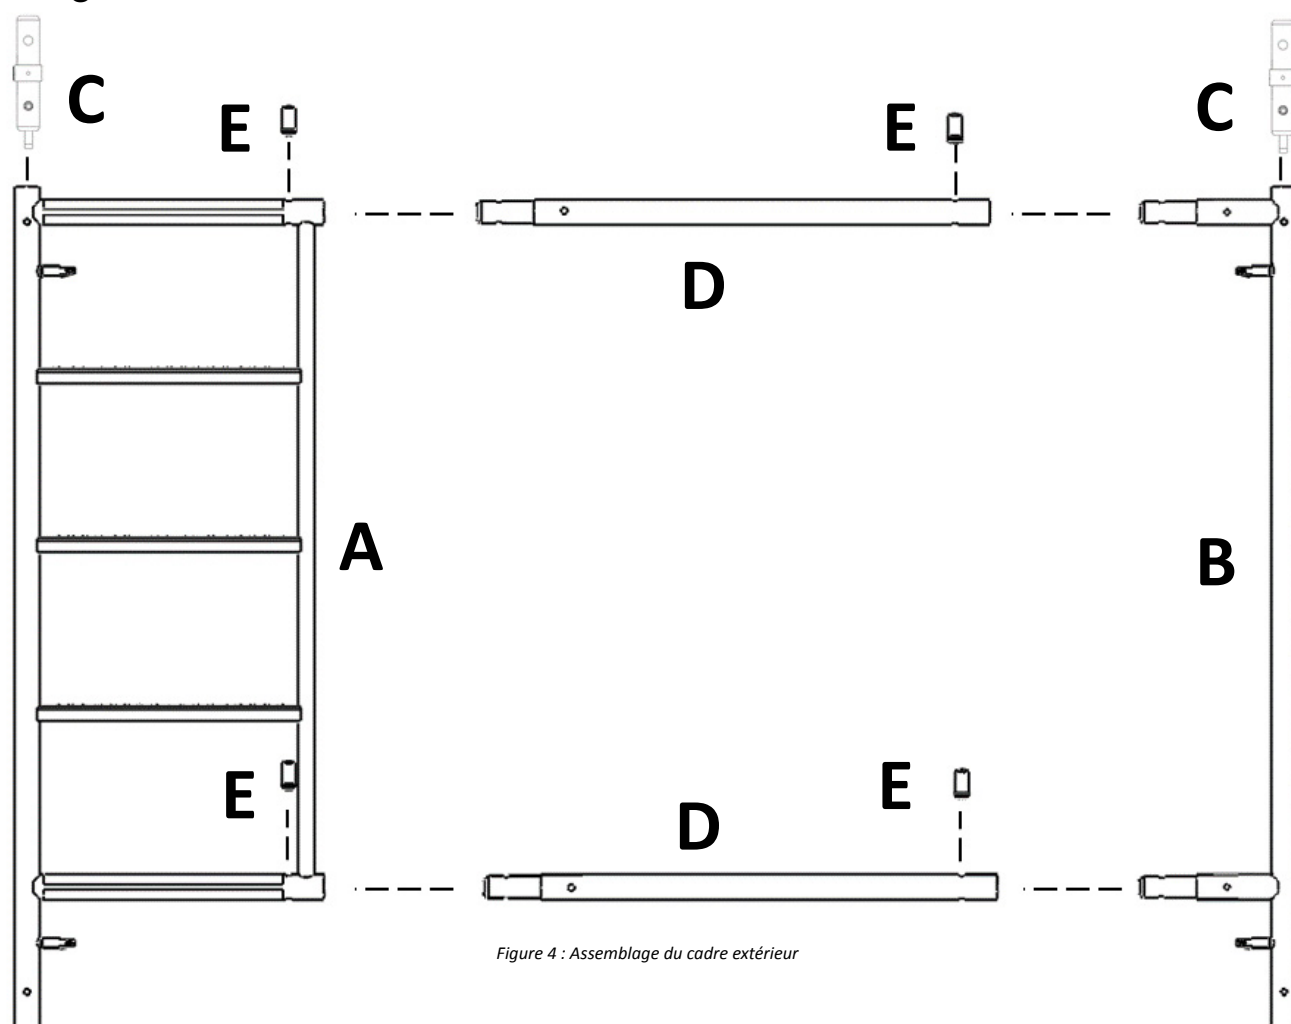

Figure 4 : Assemblage du cadre extérieur
8. Pour l'assemblage de l'échafaudage extérieur (voir Fig. 4), insérez les goupilles de deux rallonges horizontales (D) dans les orifices de la section échelle (A), puis fixez les clips à ressort $\varnothing 1-5/8"$ (E). Ensuite, insérez les goupilles des sections échelle (B) dans les extrémités des rallonges horizontales et installez les deux clips à ressort $\varnothing 1-5/8"$ correspondants (E). Placez le cadre au sol, à proximité des traverses croisées. 6